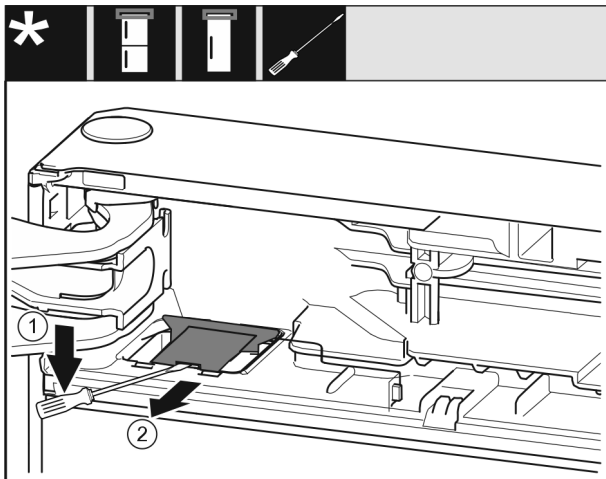

Fig. 7
- Vapauta suojus uraruuvimeisselillä ja nosta sitä ylös. Fig. 7 (1)
- Ota suojus ulos. Fig. 7 (2)